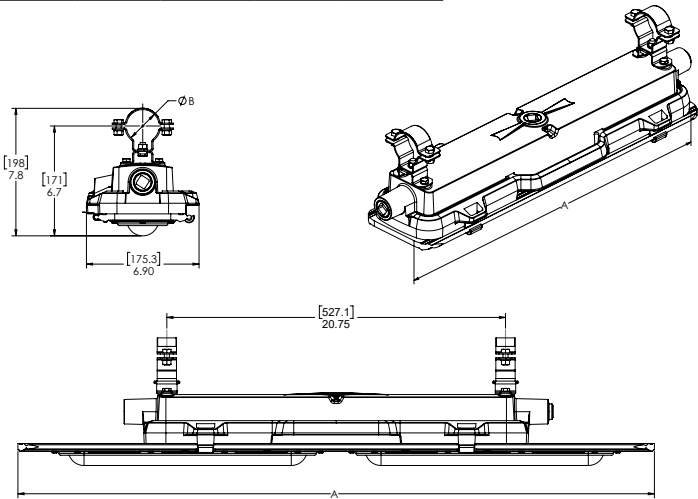

Figure 4. Installation sur tige
- 3. Les supports de montage sur tige sont espacés de 20,75 po sur leurs axes longitudinaux, comme illustrés à la figure 4.
- 4. Serrer deux (2) des boulons hexagonaux de 1/4 po fournis et les rondelles de blocage fendues sur chaque sous-ensemble de support. Serrer à un couple de 64 po-lb (7,2 N-m).
- 5. Retirer les deux (2) vis de 5/16 po, les rondelles de blocage et les écrous de chaque collier et retirer les moitiés supérieures du collier.
- 6. Le luminaire est maintenant prêt à être installé. Il est fortement recommandé de faire appel à deux (2) ouvriers qualifiés pour procéder au montage final du luminaire. Il est recommandé d'éviter toute blessure personnelle ou tout dommage au luminaire.